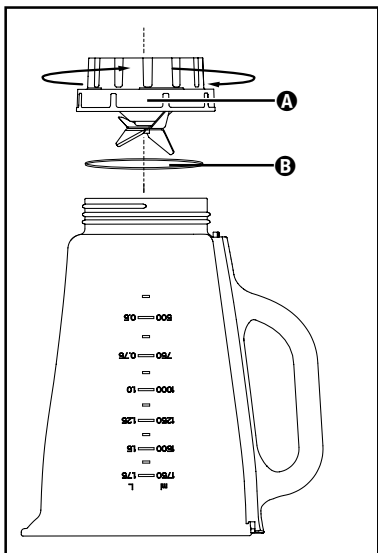

Fig. 3
- 2) Stil produktet på hovedet og drej påsatsen **A** med knivene **4** imod urets retning, så den kan løsnes fra blenderkanden **3** (se fig. 3).